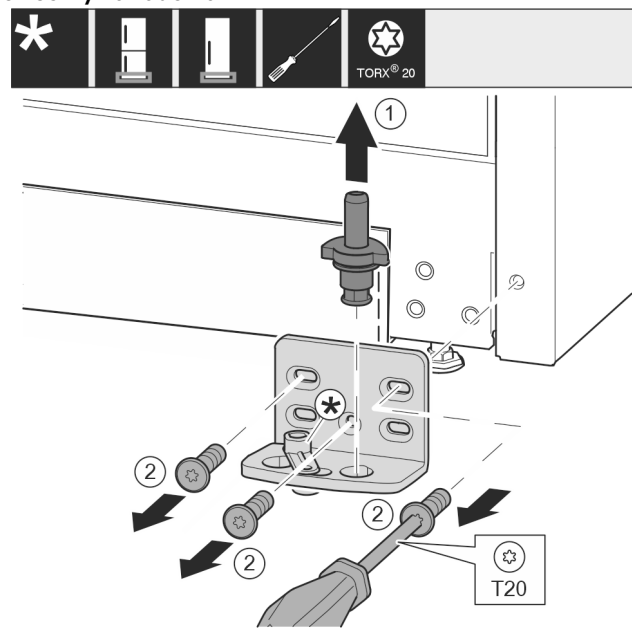

Fig. 12
- ▶ Ložiskový čap vyťahujte úplne nahor. Fig. 12 (1)
- ▶ Skrutky vyskrutkujte skrutkovačom T20 a odnímate ložiskovú konzolu. Fig. 12 (2)